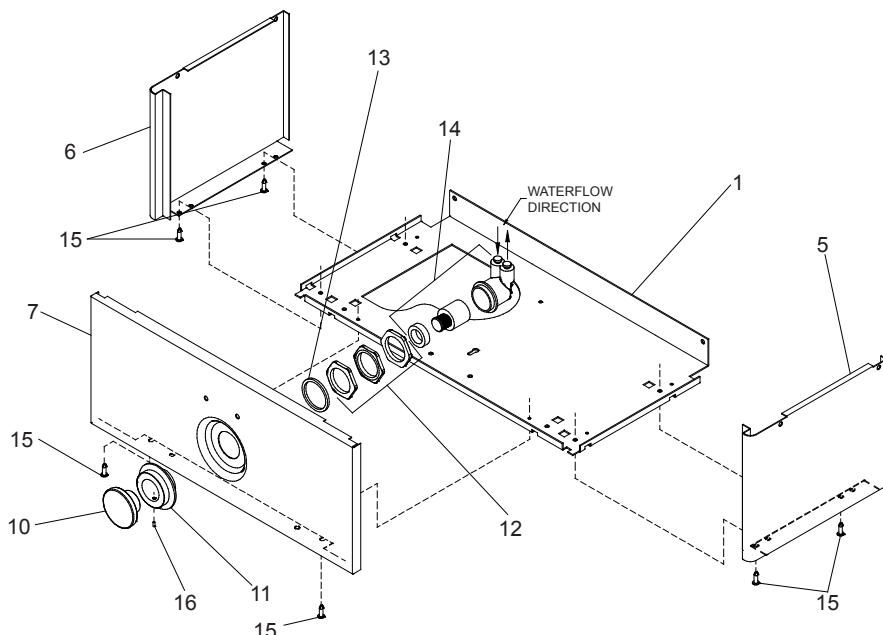

FIG. 2
(FIG. 2)
Stream height is factory set at 35 PSI. If supply pressure varies greatly from this, adjust the screw on regulator item 14 by using a small screwdriver through the small hole in the push button item 10 (See Fig.2). Clockwise adjustment will raise stream and counter-clockwise adjustment will lower stream. For best adjustment, stream should hit basin approximately 6-1/2" (165mm) from bubbler.
La altura del chorro se determina en la fábrica a 35 PSI. Si la presión del suministro varía mucho de esto, ajusta el tornillo en el artículo de regulador 14 utilizando un destornillador pequeño por el hoyo pequeño en el artículo del pulsador 10 (Ve Fig.2). El ajuste en el sentido de las agujas del reloj elevará el chorro y contra el sentido de las agujas del reloj lo bajará. Para un mejor ajuste, el chorro deberá pegar en el estanque a una distancia de aproximadamente 6 1/2" (165mm) del borboteador.
Le niveau d'écoulement est réglé en usine à 35 PSI. Si la pression de provision varie fort de ceci, ajuster la vis sur l'article régulateur 14 en utilisant un petit tournevis par le petit trou dans l'article de bouton de poussée 10 (Voit Fig.2). Si vous ajustez dans le sens des aiguilles d'une montre, le jet augmentera et dans le sens contraire, le jet diminuera. Le meilleur ajustement est lorsque le jet frappe le bassin à environ 6-1/2" (165mm) du barboteur.
- 8) Stream height is factory set at 35 PSI. If supply pressure varies greatly from this, adjust the screw on regulator item 14 by using a small screwdriver through the small hole in the push button item 10 (See Fig. 2.) CW adjustment will raise stream and CCW adjustment will lower stream. For best adjustment, stream should hit basin approximately 6-1/2" (165mm) from bubbler.
- 8) La altura del chorro se ajusta en la fábrica a 35 PSI. Si la presión del suministro varía mucho de esto, ajusta el tornillo en el artículo de regulador 14 utilizando un destornillador pequeño por el hoyo pequeño en el artículo del pulsador 10 (Ve Fig. 2) El ajuste en sentido horario elevará el chorro y en sentido contrahorario lo bajará. Para un ajuste mejor, el chorro debe chocar con el depósito aproximadamente a 6-1/2" (165mm) del borboteador.
- 8) La pression du jet est réglée en usine à 35 bars. Si la pression de provision varie fort de ceci, ajuster la vis sur l'article régulateur 14 en utilisant un petit tournevis par le petit trou dans l'article de bouton de poussée 10 (Voit Fig. 2). Un réglage dans le sens des aiguilles d'une montre relève le jet, et un réglage dans le sens contraire l'abaisse. Pour un réglage optimum, le jet doit frapper le bassin à environ 165 mm du barboteur.